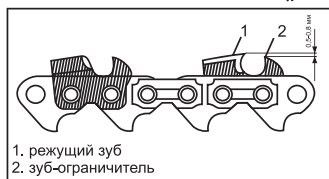
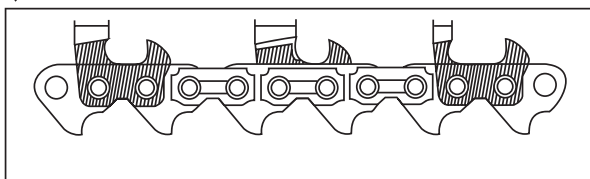

рис.3
рис.4
6.3 Звено цепи состоит из двух зубьев: режущего зуба и зуба-ограничителя (рис.3). Насколько эффективно будет происходить процесс пиления зависит от разницы в высоте между режущим зубом и зубом-ограничителем. Оптимально, когда режущий зуб выше зуба-ограничителя на 0,5 – 0,8 миллиметра.
Заточку цепи необходимо начинать с заточки режущих зубьев 1 (рис. 3) Затачивайте зубья равномерно, вначале каждый второй зуб с одной стороны, потом каждый второй зуб с противоположной стороны. Длина режущих зубьев должна быть одинаковая, различная длинна не допускается и может привести к нежелательным последствиям (рис. 4).